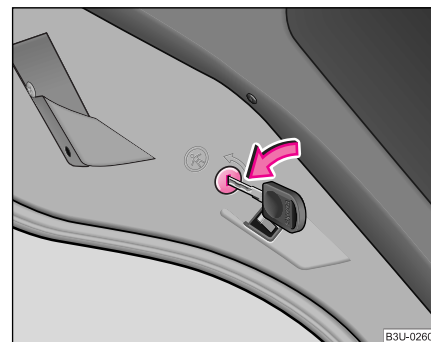

Fig. 21 Siguranța de la ușile din spate pentru copii
- Rotiți cu cheia de contact fanta din ușile din spate în sensul săgeții ♥ pagina 39, fig. 21.